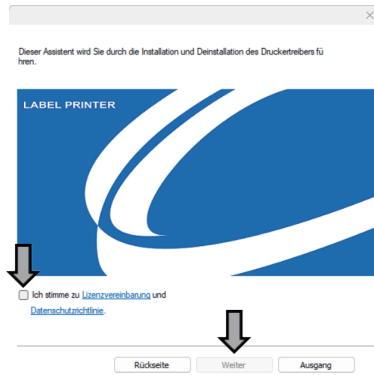

Fig.11
- ⑤ Fahren Sie mit dem nächsten Installationsbildschirm fort. Lesen Sie die Lizenzvereinbarung und die Datenschutzrichtlinie sorgfältig durch, aktivieren Sie anschließend „Ich stimme zu“ und klicken Sie auf „Weiter“ (siehe Abbildung 11).